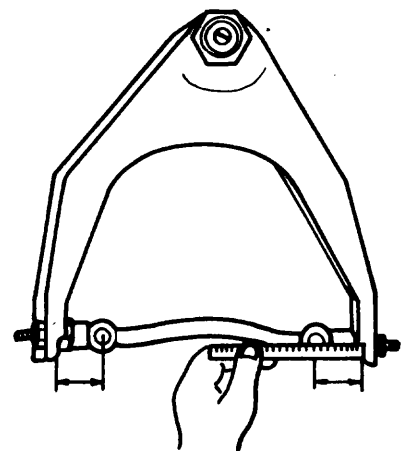

Fig. 2
- d Compruebe que el pasador de la bandeja quede centrado (fig.2).